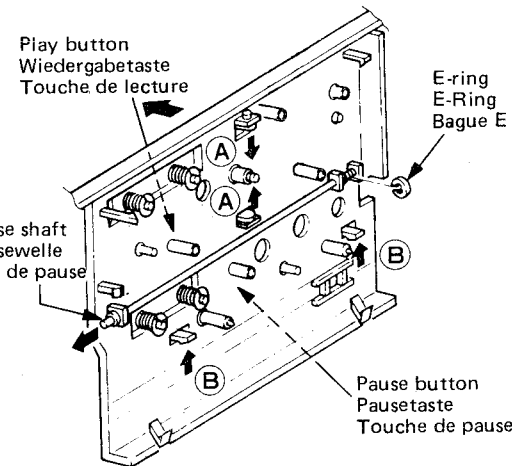

Fig. 6 Abb. 6
9. Control Buttons (Fig. 6)
9. Funktionstasten (Abb. 6)
9. Touches de commande (Fig. 6)